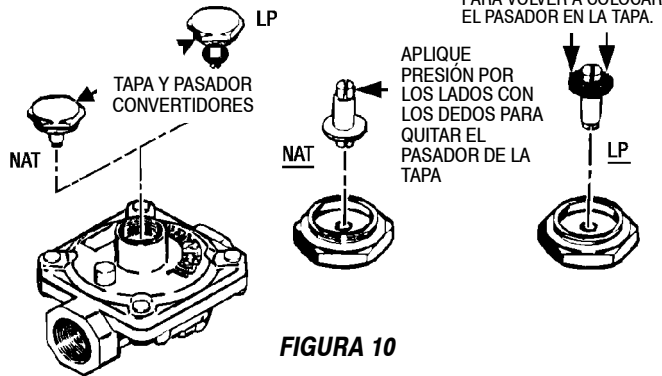

FIGURA 10
B. INVERSIÓN DE LA TAPA DEL REGULADOR DE PRESIÓN DE PRESIÓN (Vea la figura 10)
B. INVIERTA LA TAPA DEL REGULADOR DE PRESIÓN. (Vea la figura 10).